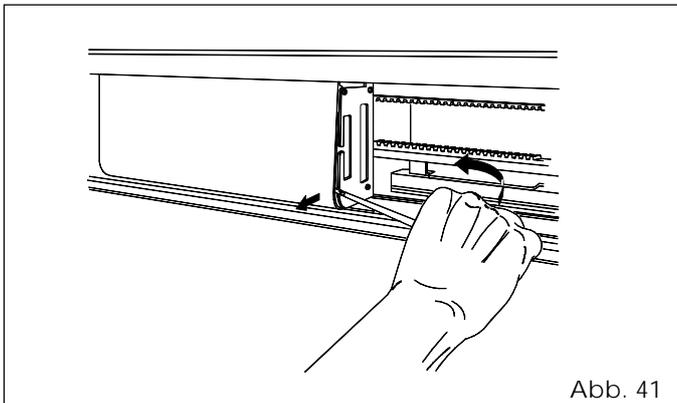

Abb. 41
- Mit einem Schraubenzieher eine leichte Hebelwirkung ausführen, um den Schutzdeckel der Steuereinheit SDM zu entfernen (siehe Abb. 41).